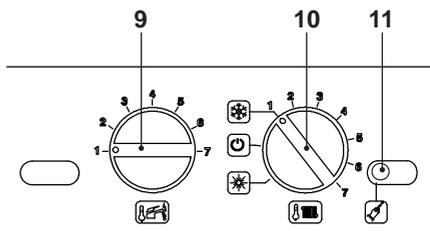
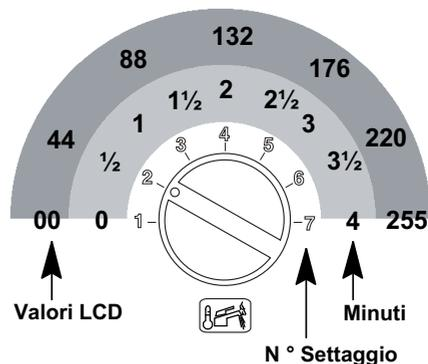

Figura 5.57
Figura 5.61
- Prima di alimentare elettricamente la caldaia posizionare le manopole 9 e 10 come indicato in Figura 5.57.
- Per settare il tempo di postcircolazione della pompa bisogna entrare nella programmazione premendo per 15 secondi il pulsante di ripristino 11, in Figura 5.57 fino alla comparsa del parametro **P01** sul display LCD; sul display LCD compare la seguente visualizzazione (la sequenza **P01** si alterna ---).
Premere il pulsante di ripristino 11 in Figura 5.57 per lo scorrimento dei vari parametri sino al raggiungimento del parametro **P11** valido per il settaggio postcircolazione della pompa; sul display LCD compare la seguente visualizzazione (la sequenza **P11** si alterna 44).
Per cambiare il settaggio ruotare la manopola di regolazione temperatura sanitari 9 in Figura 5.57 e posizionarla sul tempo pre-scetto Figura 5.61.
Il passo del settaggio della manopola 9 Figura 5.61 corrisponde a un valore letto sul display LCD di circa 44 (40 secondi) e questo valore può essere variato fino a circa 255 (4 minuti); nell'LCD la sequenza **P11** si alterna con 60.